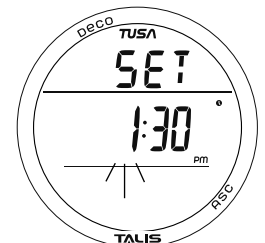

Abb. 14 - UHRZEIT EINSTELLEN
**Einstellung der Uhrzeit**, Information beinhalten (Abb. 14):